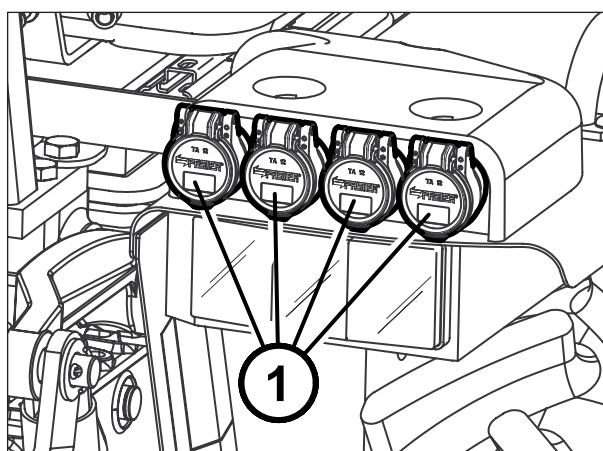

Fig. 51 - Acoplamientos rápidos traseros
- d- Acoplamientos rápidos traseros (1 Fig. 51).